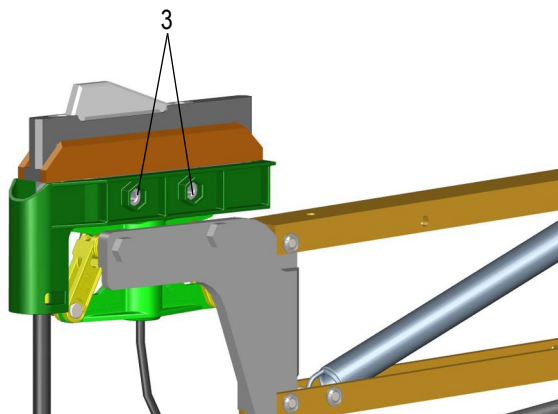

Abb. 63: Schrauben lösen
→ Die 2 Innensechskantschrauben (3) anziehen (siehe Abb. 63).